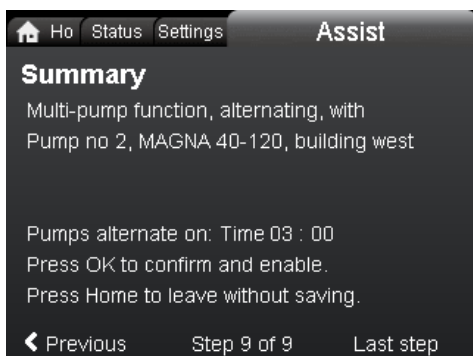

Рис. 48 Обзор
11. На дисплее отображаются сводные данные по выбранным настройкам. Убедитесь в правильности всех настроек. Подтвердите и активируйте заданные настройки нажатием кнопки [OK]. См. рис. 48.